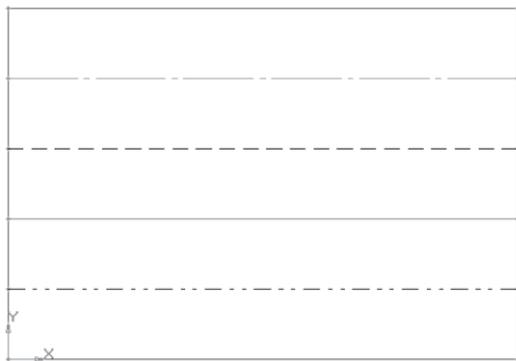

Рис. 69. Задание для самостоятельной работы
2. Постройте прямоугольник высотой 90 мм и шириной 130 мм. Разделите вертикальные стороны на 5 равных частей. Выберите команду **Отрезок**. Изменяя стиль линий, постройте отрезки стилем: осевая, штриховая, утолщенная, пунктир 2 (рис. 69).